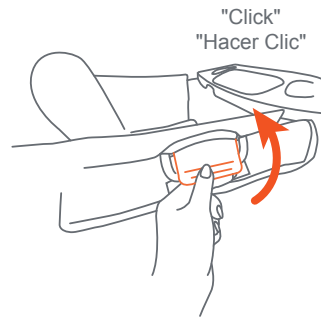

Fig. 7k
- **To uninstall the child seats:** Pull the plastic tabs outward and lift to remove (Fig. 7k).
- **Para desinstalar los asientos para niños:** Tire de las pestañas de plástico hacia afuera y levántelas para quitarlas (Fig. 7k).